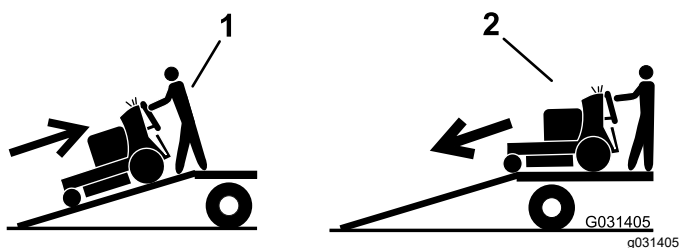

Figura 29
5. Risalite in retromarcia la rampa (Figura 29).